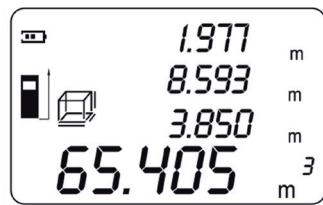

Abb. 14
- Nochmals die Read-Taste betätigen, um das Volumen in der untersten Zeile des Displays anzuzeigen; die Höhe wird gleichzeitig in der dritten Zeile des Displays angezeigt (Abb. 14).